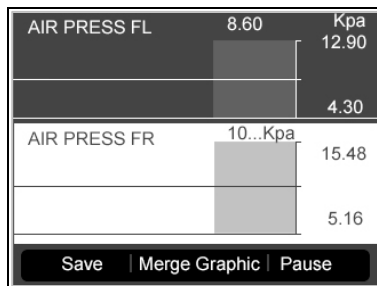
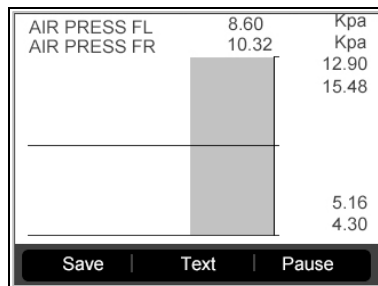

Figure 4.33
Figure 4.34
- Lorsque les données de capteur s'affichent en mode graphique, l'outil offre deux options supplémentaires : **Deux graphiques** et **Réunir le graphique**. La première option peut afficher deux graphiques sur le même écran (Figure 4.33) et la dernière option peut rassembler les deux graphiques en un seul. (Figure 4.34).